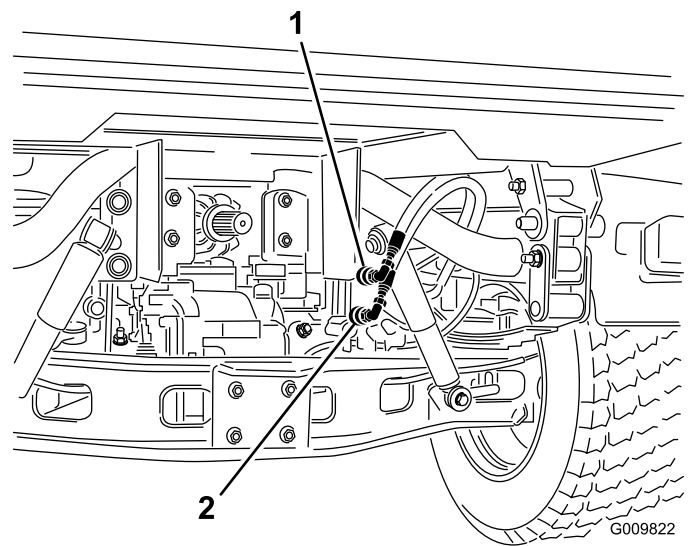

Figure 83
2. Sur les deux machines, débranchez les 2 flexibles à coupleurs rapides des flexibles fixés au support de coupleur (Figure 83).